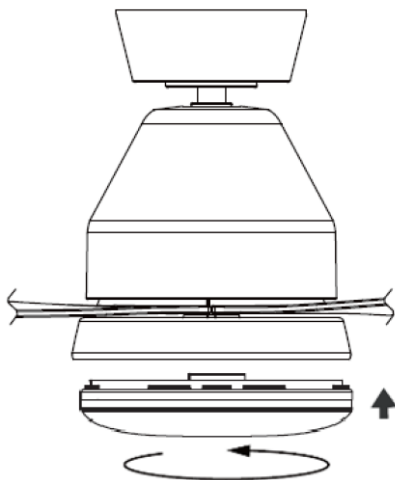

Fig. 10
INSTALACIÓN DE LA LÁMPARA (Fig. 10)
- Instale el globo en el sujetador de la lámpara y luego asegúrelo girándolo en sentido horario. No exceda la potencia máxima nominal. (Para el ventilador con luz solamente). Fig. 10